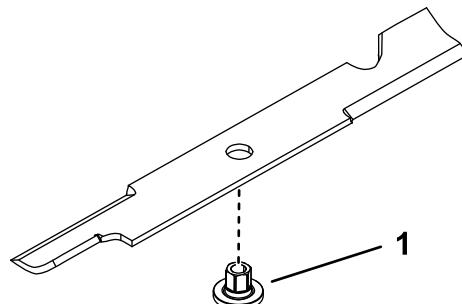

Bild 80
1. Montieren Sie eine Buchse durch das Messer, wobei der Bund der Buchse auf der unteren (Gras-)Seite des Messers liegen muss (Bild 80).